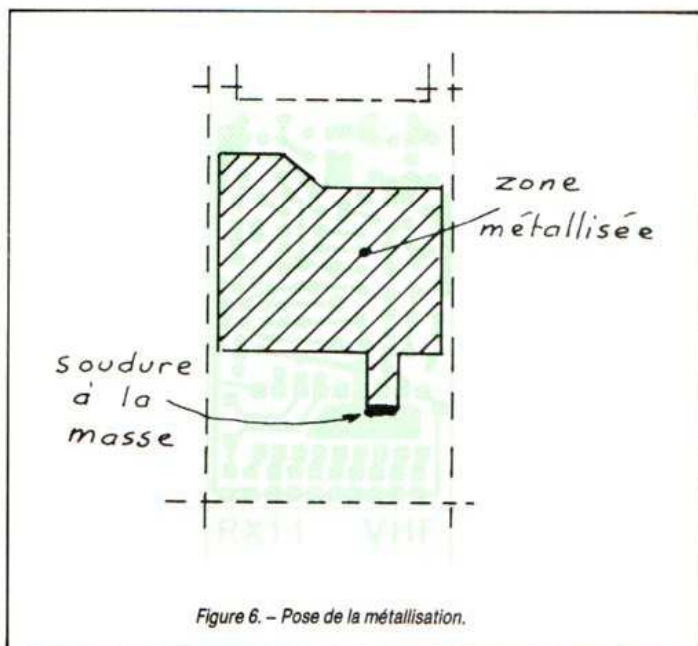

Figure 6. - Pose de la métallisation.
- Prendre un isolant très mince (2 à 3/10 mm), très résistant, genre presspahn ou bakélite ou rhodoïd ou toile de laine de verre. Le découper aux dimensions et forme de la partie à recouvrir (voir fig. 6).
● Figure 6, p. 146, n° 1732 : C_8 n'est pas relié au point commun de L_3 et C_7 , mais au gate du transistor T_3 . Le Cl et la pose des composants sont exacts.